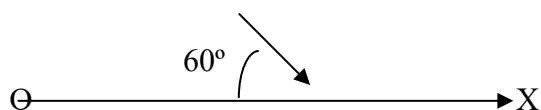

Рис. 22.6
4. Прямой брус растянут силой 150 кН (рис. 22.6), материал — сталь $\sigma_T = 570$ МПа, $\sigma_B = 720$ МПа, запас прочности $[s] = 1,5$. Определить размеры поперечного сечения бруса.